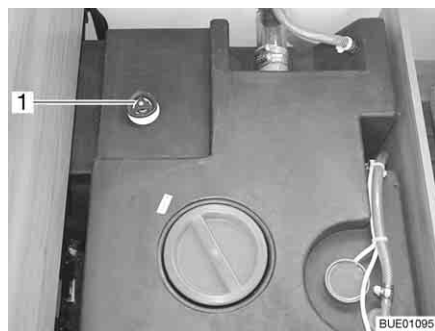

Fig. 197 Depósito de agua con tirador giratorio
- Girar el tirador giratorio (Fig. 197,1) del depósito de agua en sentido contrario a las agujas del reloj sobrepasando la resistencia, para abrir el orificio de salida completamente.